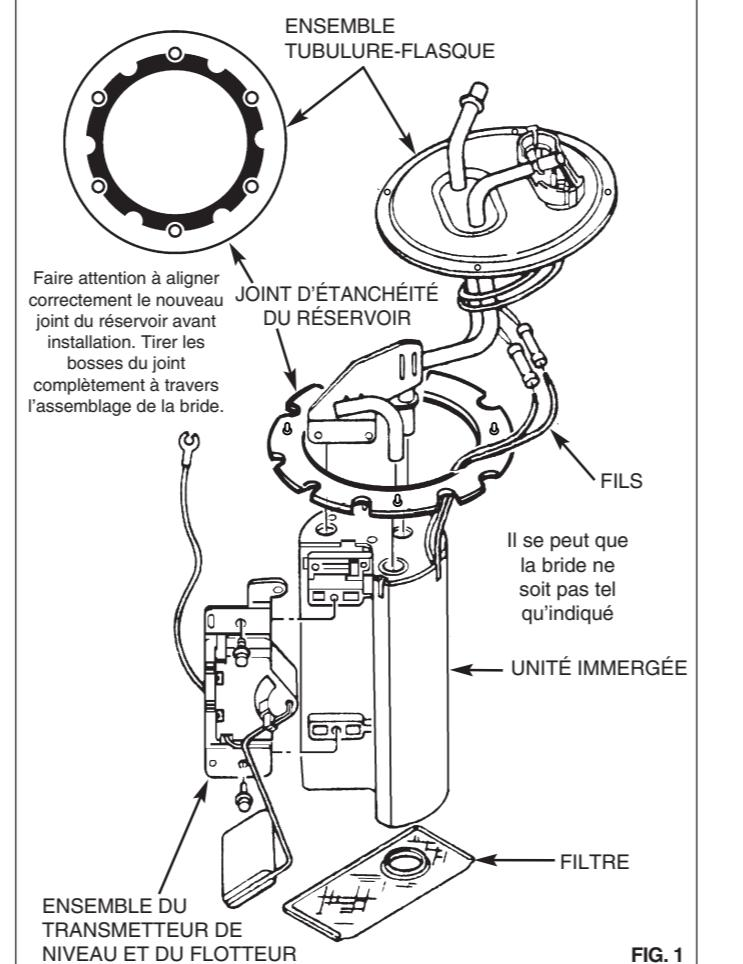

FIG. 1
IV DÉPOSE ET REMPLACEMENT DE L'UNITÉ IMMÉRGÉE (Figure 1)
B) Installez le nouveau genre de joint Bosse sur la brida de la canalisation. Faire attention à l'orientation de ce joint. Tirer les bosses du joint complètement à travers l'assemblage de la brida. (Voir Figure 1)